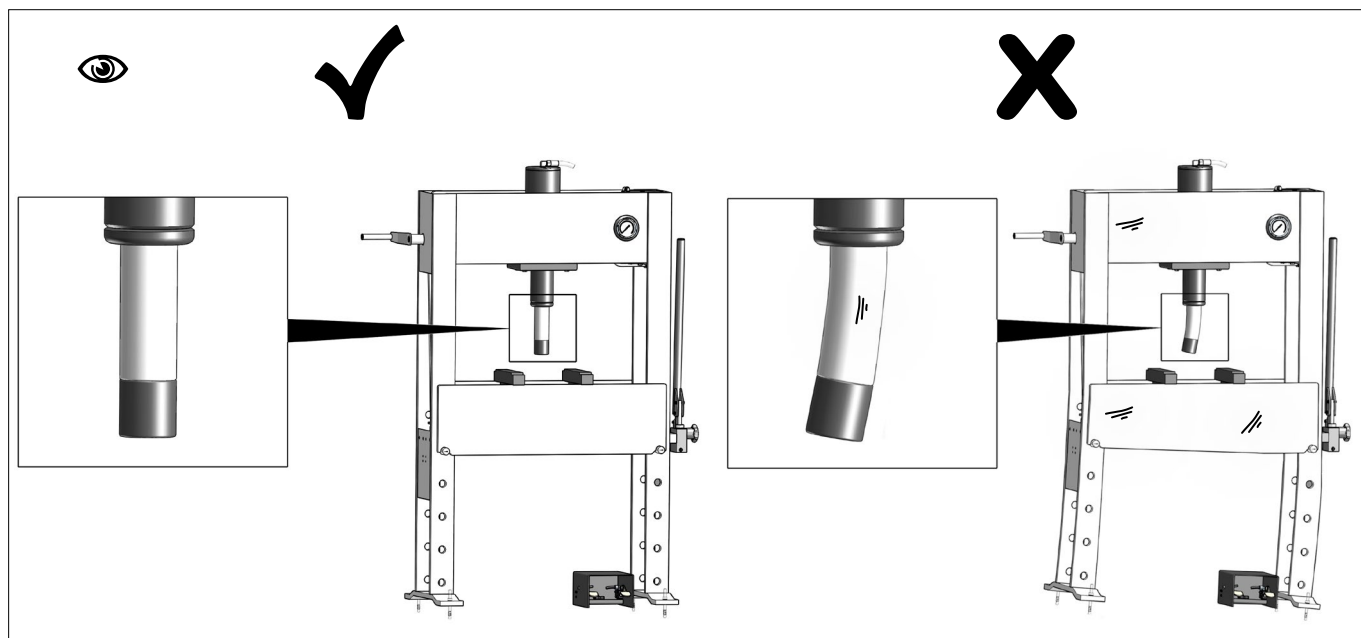

Fig.26
- Skader og unormalt slid (Fig.26)
- Damage, wear and tear (Fig.26)
- Schäden und ungewöhnliche Abnutzung (Fig.26)
- Dommages et usure (Fig.26)
- Slitage (Fig.26)
- Vauriot ja yleinen kuluminen (Fig.26)
- Schade en slijtage (Fig.26)
- Daños y desgaste (Fig.26)
- Повреждений и износа (Fig.26)